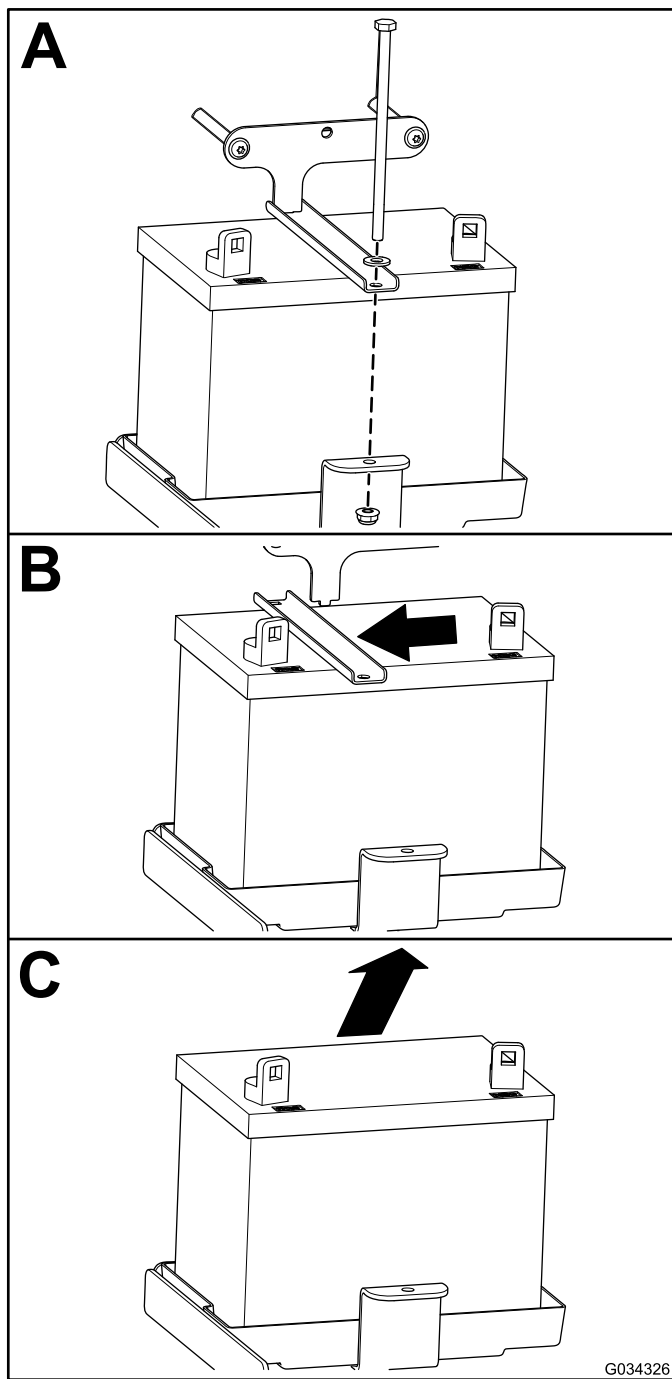

Figura 50
2. Retire la batería como se muestra en la Figura 50.